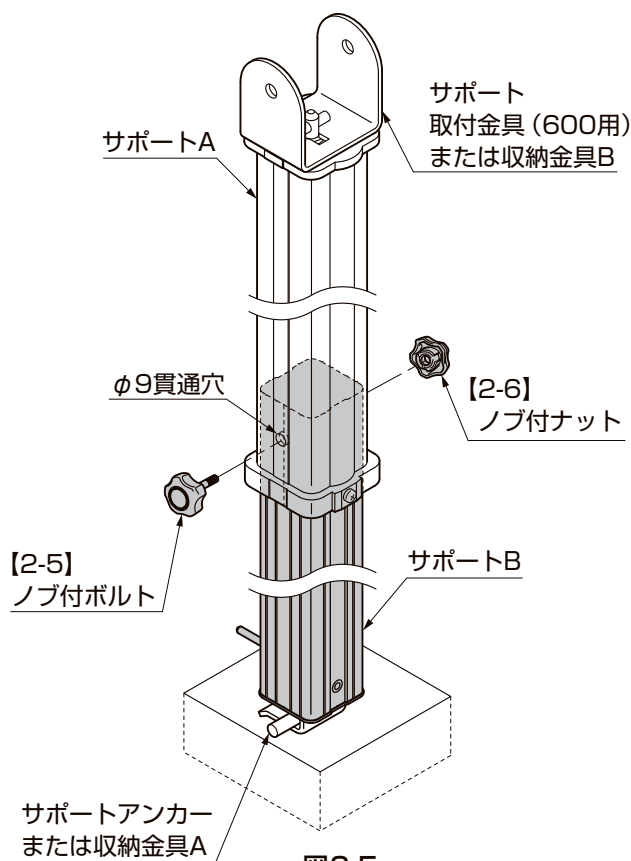

図6-5
- ④サポートに【2-5】を差込み、【2-6】でしっかりと固定してください。(図6-5参照)